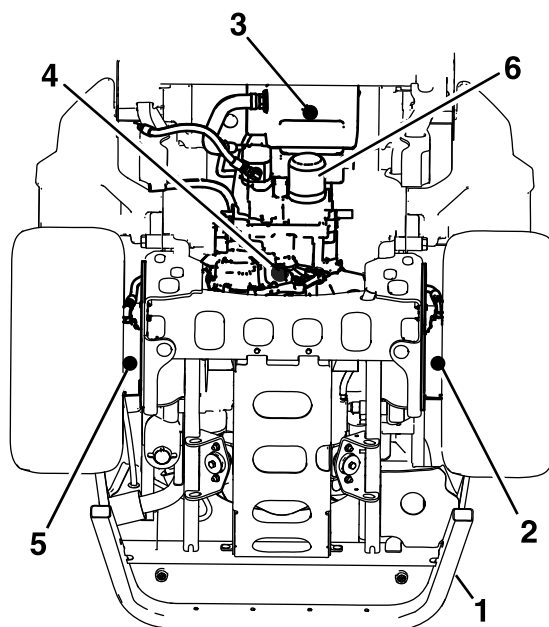

Figure 68
et les moteurs des roues gauche et droite (Figure 68).
5. Enlevez chaque bouchon de vidange et vidangez le liquide hydraulique (Figure 68).
6. Nettoyez la surface autour du filtre à huile hydraulique et retirez le filtre (Figure 68).